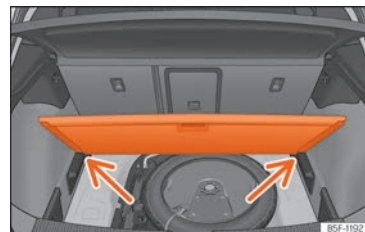

Abb. 130 Variabler Gepäckraumboden: geneigte Stellung.
- Legen Sie den Gepäckraumboden auf die dafür vorgesehenen Aufnahmen » Abb. 130 (Pfeile).